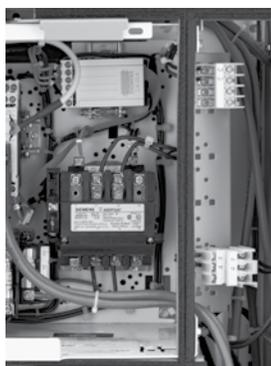

Figura 57
1. Para cablear la unidad, gire la placa giratoria de la regleta de bornes según se indica en la figura 57.